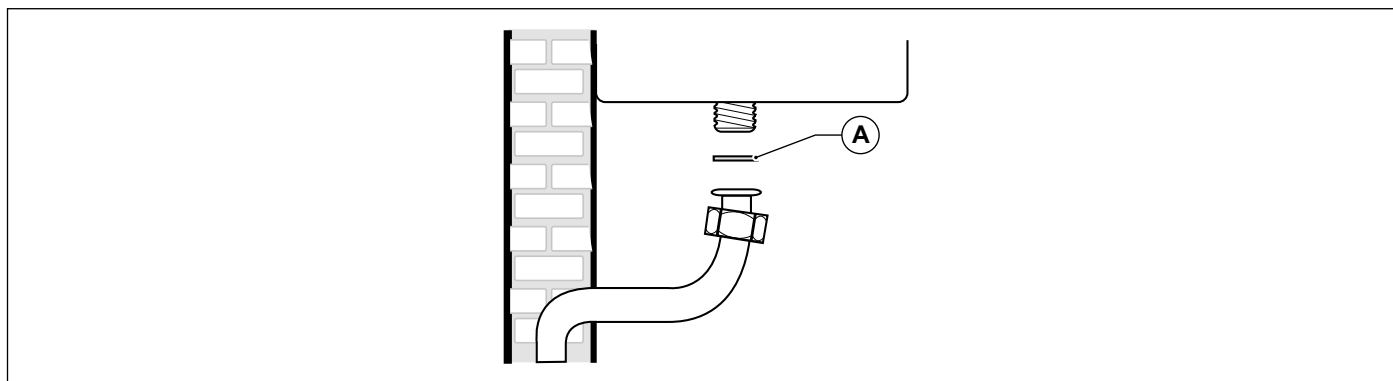

Рис. 17 Підключення газу
Підключення котла до лінії підводу газу слід **ОБОВ'ЯЗКОВО** здійснювати накидною гайкою із застосуванням в стиковій площині ущільнювальної прокладки (A) відповідного діаметру і з придатного для цієї мети матеріалу (див. Рис. 17 Підключення газу).